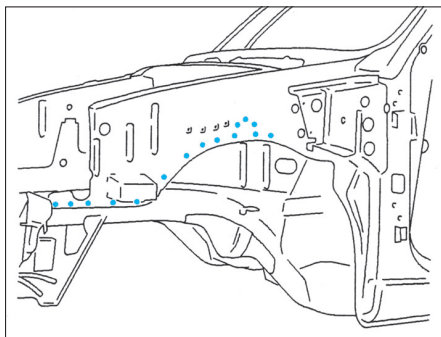

FIG. 13
- Souder par points électriques (Fig.13).